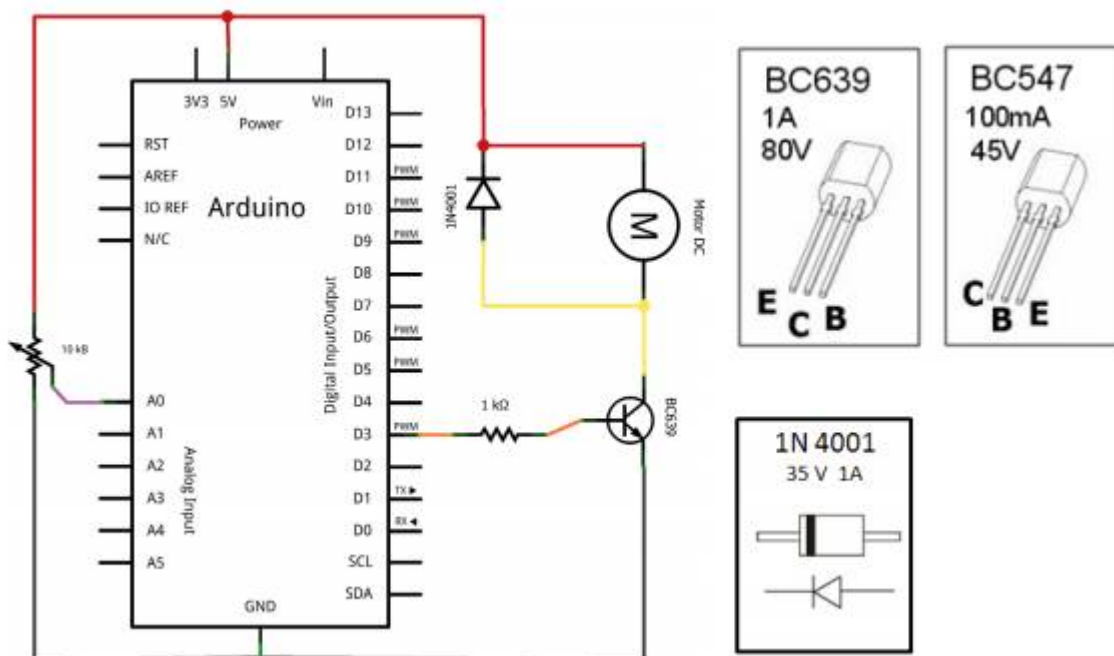

Figura 1
Estude atentamente o circuito a ser montado (Figura 1). O objetivo é controlar a velocidade do motor na saída D3 via PWM (*pulse width modulation*), variando-se a tensão na entrada A0.
- Monte o circuito da figura 1 sem alimentar o Arduino.